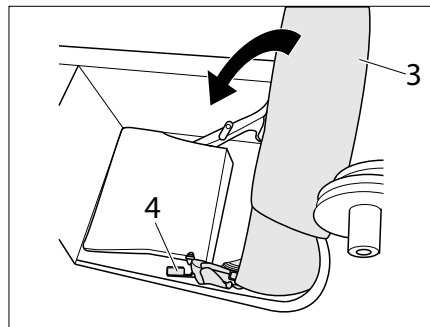

Bild 211 Sitzlehne in den Staukasten bewegen
- Hebel 2 (Bild 211,4) betätigen und Sitzlehne (Bild 211,3) in den Staukasten bewegen.